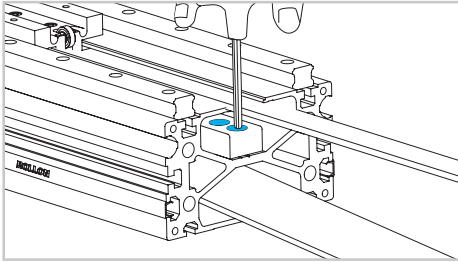

Fig. 13
- 14) Die Sicherheitsblockierung demontieren (Abb. 13).
- 17) Entfernen Sie die Sicherheitsblockierung auf dieser Seite (Abb. 13).